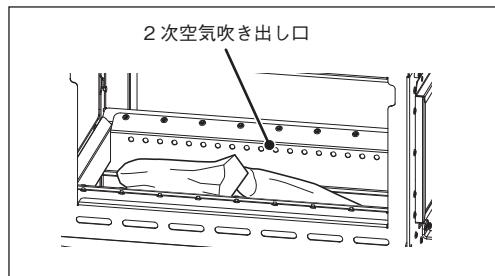

図1
拡大図1
① ストーブ着火穴から着火できる距離に着火剤を設置してください。(図1)